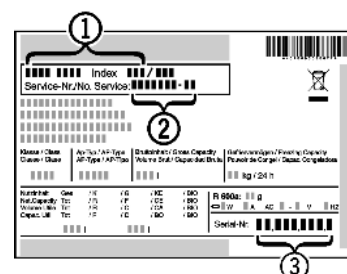

Fig. 25
- ▶ Leggere la denominazione dell'apparecchio Fig. 25 (1), il n° assistenza Fig. 25 (2) e il n° di serie Fig. 25 (3) sulla targhetta identificativa. La targhetta identificativa è situata all'interno dell'apparecchio, sul lato sinistro.
- ▶ Informare il servizio di assistenza e comunicare il difetto, la denominazione dell'apparecchio Fig. 25 (1), il n° assistenza Fig. 25 (2) e il n° di serie Fig. 25 (3).